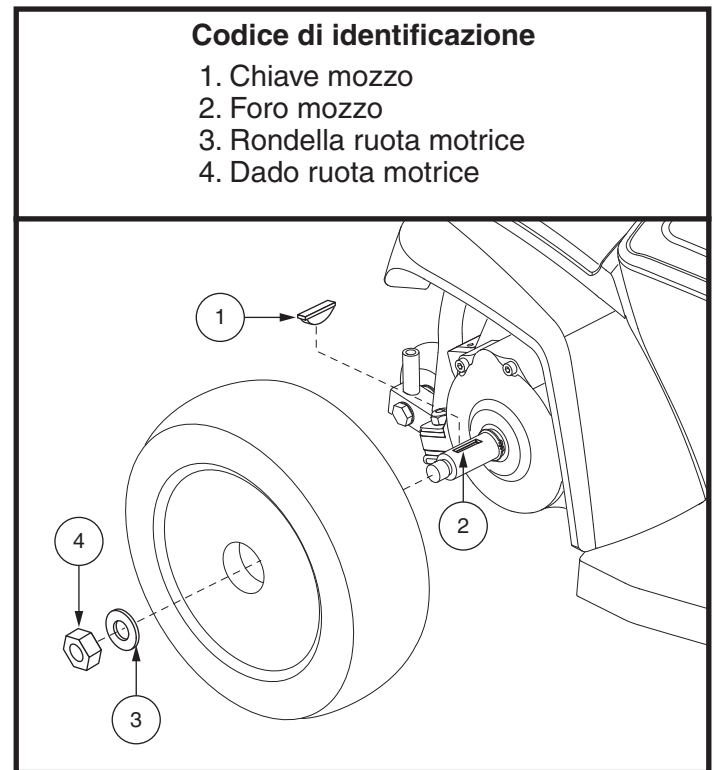

Figura 16. Ruota motrice della Go-Chair
3. Rimuovere il dado e la rondella della ruota motrice dal mozzo. **Verdere figura 16.**
3. Rimuovere tutte le viti che tengono insieme le due metà del pacco batterie. **Vedere figura 16.**
10. Ricollegare i due (2) morsetti della batteria ai terminali. Verificare che il morsetto rosso sia collegato al terminale positivo (+) e che il morsetto nero sia collegato al terminale negativo (-).